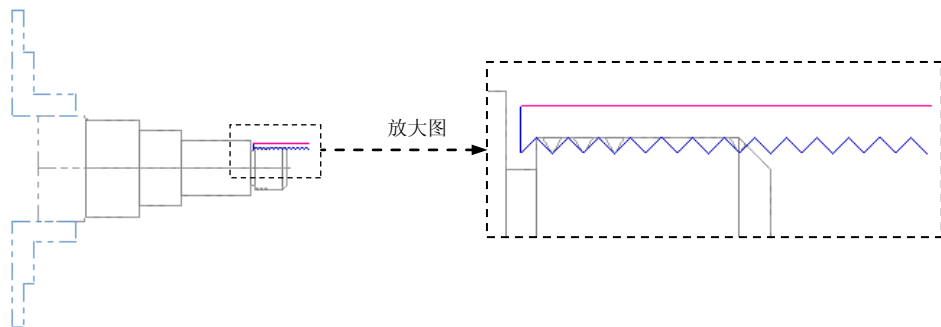

图 8.5.8 刀具路径
Step4. 在“车削螺纹 属性”对话框中单击  按钮，完成加工参数的设置，此时系统将自动生成图 8.5.8 所示的刀具路径。
(1) 在“操作管理”中单击上一步创建好的刀路节点，系统弹出“刀路模拟”对话框及“刀路模拟控制”操控板。
(2) 在“刀路模拟控制”操控板上单击  按钮，系统将开始对刀具路径进行模拟，结果与图 8.5.8 所示的刀具路径相同，在“刀路模拟”对话框中单击  按钮。